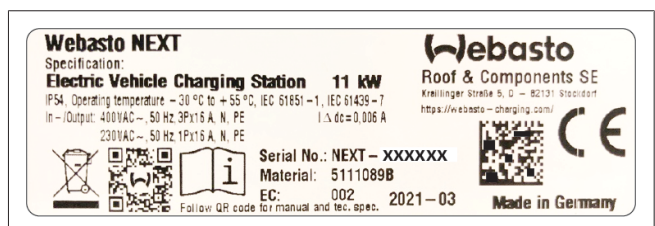

Fig. 1 Eksempel på typeskilt på Webasto Next (11 kW-model)
- Indtast oplysningerne om din ladestation i nedenstående format. Disse oplysninger kan du f.eks. finde på ladestationens typeskilt (se Fig. 1):